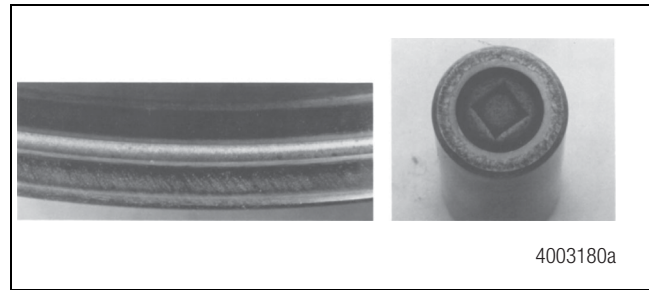
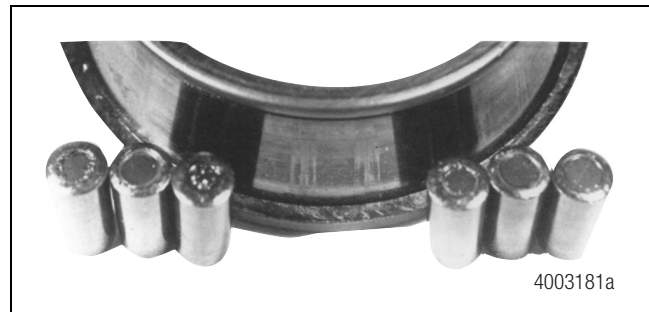

Figura 4.7
Figura 4.8
C. La corona de rodillos está desgastada. Figura 4.7 y Figura 4.8.